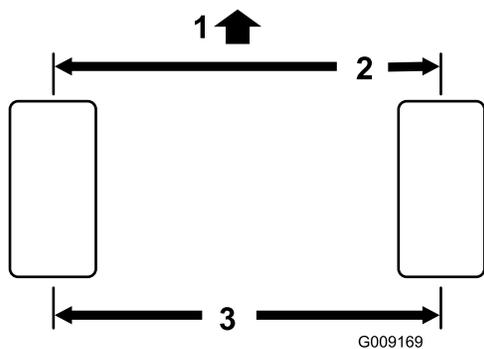

Figura 63
2. Meça a distância de centro a centro (à altura do eixo) na zona dianteira e traseira dos pneus da direção (Figura 63).